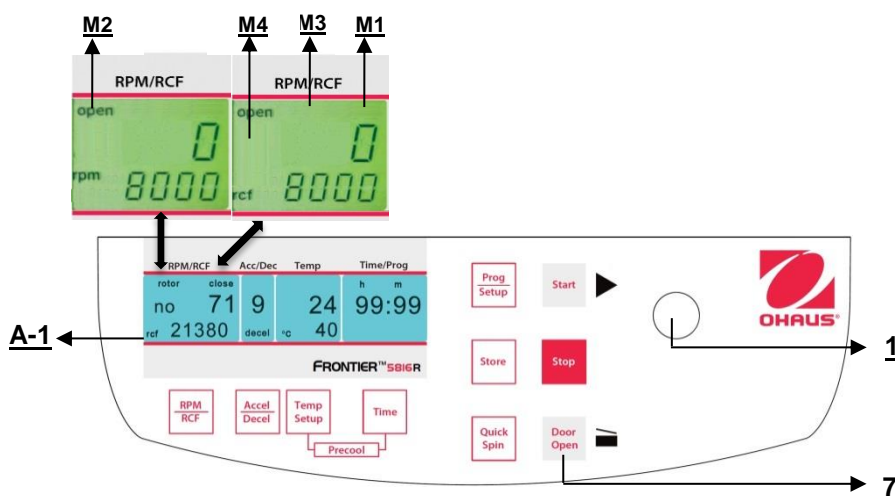

Figura 15
Dopo il funzionamento, quando il coperchio della centrifuga è chiuso, appare la parola "**close**" (M1) sul display "**RPM | RCF**" (A-1). Inoltre, se vi è un rotore nella centrifuga, appare la parola "**rotor**" (M3) e anche il numero di codice del rispettivo rotore che si trova all'interno del sistema centrifugo "**71**" (M4). Se nella centrifuga non vi è alcun rotore, la parola "**rotor**" (M3) lampeggia e appare la parola supplementare "**no**" (M4). Premendo il tasto "**Door Open**" (7), si può rilasciare il coperchio della centrifuga. Non appena il coperchio elettromagnetico è completamente rilasciato, appare la parola "**open**" (M2). Adesso è possibile aprire il coperchio della centrifuga. Fare riferimento alla figura 15 qui di seguito per riferimento
Il coperchio deve solo essere abbassato leggermente. Un bloccaggio elettromagnetico del coperchio fa chiudere il coperchio stesso, e allo stesso tempo scompare la parola **"open"** (M2) (fare riferimento alla figura 15).